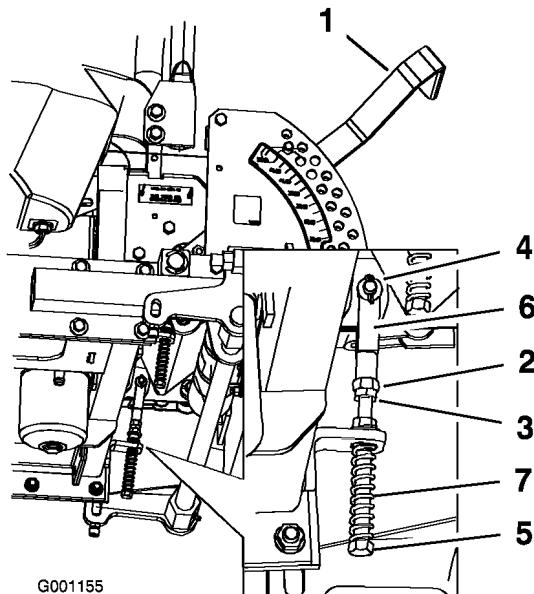

Figure 64
- Si un réglage s'impose, desserrez l'écrou et l'écrou de blocage vissés contre la chape (Figure 64).
- Appliquez une légère pression à l'arrière du levier, et tournez la tête du boulon de réglage dans le sens voulu pour centrer le levier à la position de verrouillage du point mort (Figure 64).
- Serrez l'écrou et l'écrou de blocage (Figure 64).